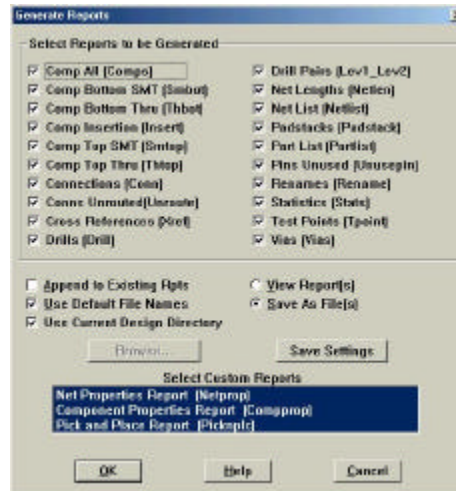

Figura 4.44 Generación de reportes.
- 2 Seleccione los reportes que desee generar y dé clic en el botón *OK* (ver figura 4.44).